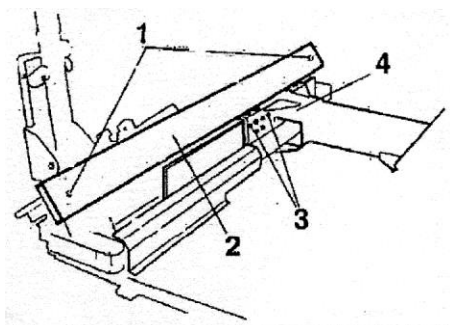

Рисунок 35
- c) Ослабьте винты, крепящие ограничитель (поз. 1, Рисунок 35), снимите ограничитель цепной передачи (поз. 2, Рисунок 35).
- d) Ослабьте гайки (поз. 3, Рисунок 35) каждого из верхних скользящих башмаков каретки (поз. 4, Рисунок 35).
- g) Закрутите четыре стопорные гайки верхних скользящих башмаков (поз. 3, Рисунок 35).
- i) Заново установите ограничитель цепной передачи (поз. 2, Рисунок 35).